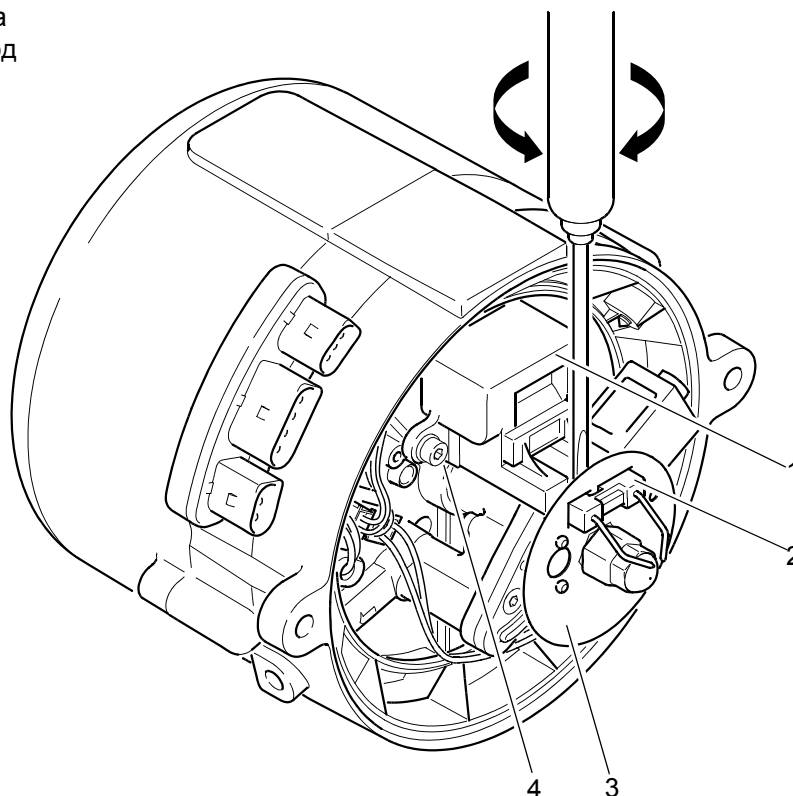
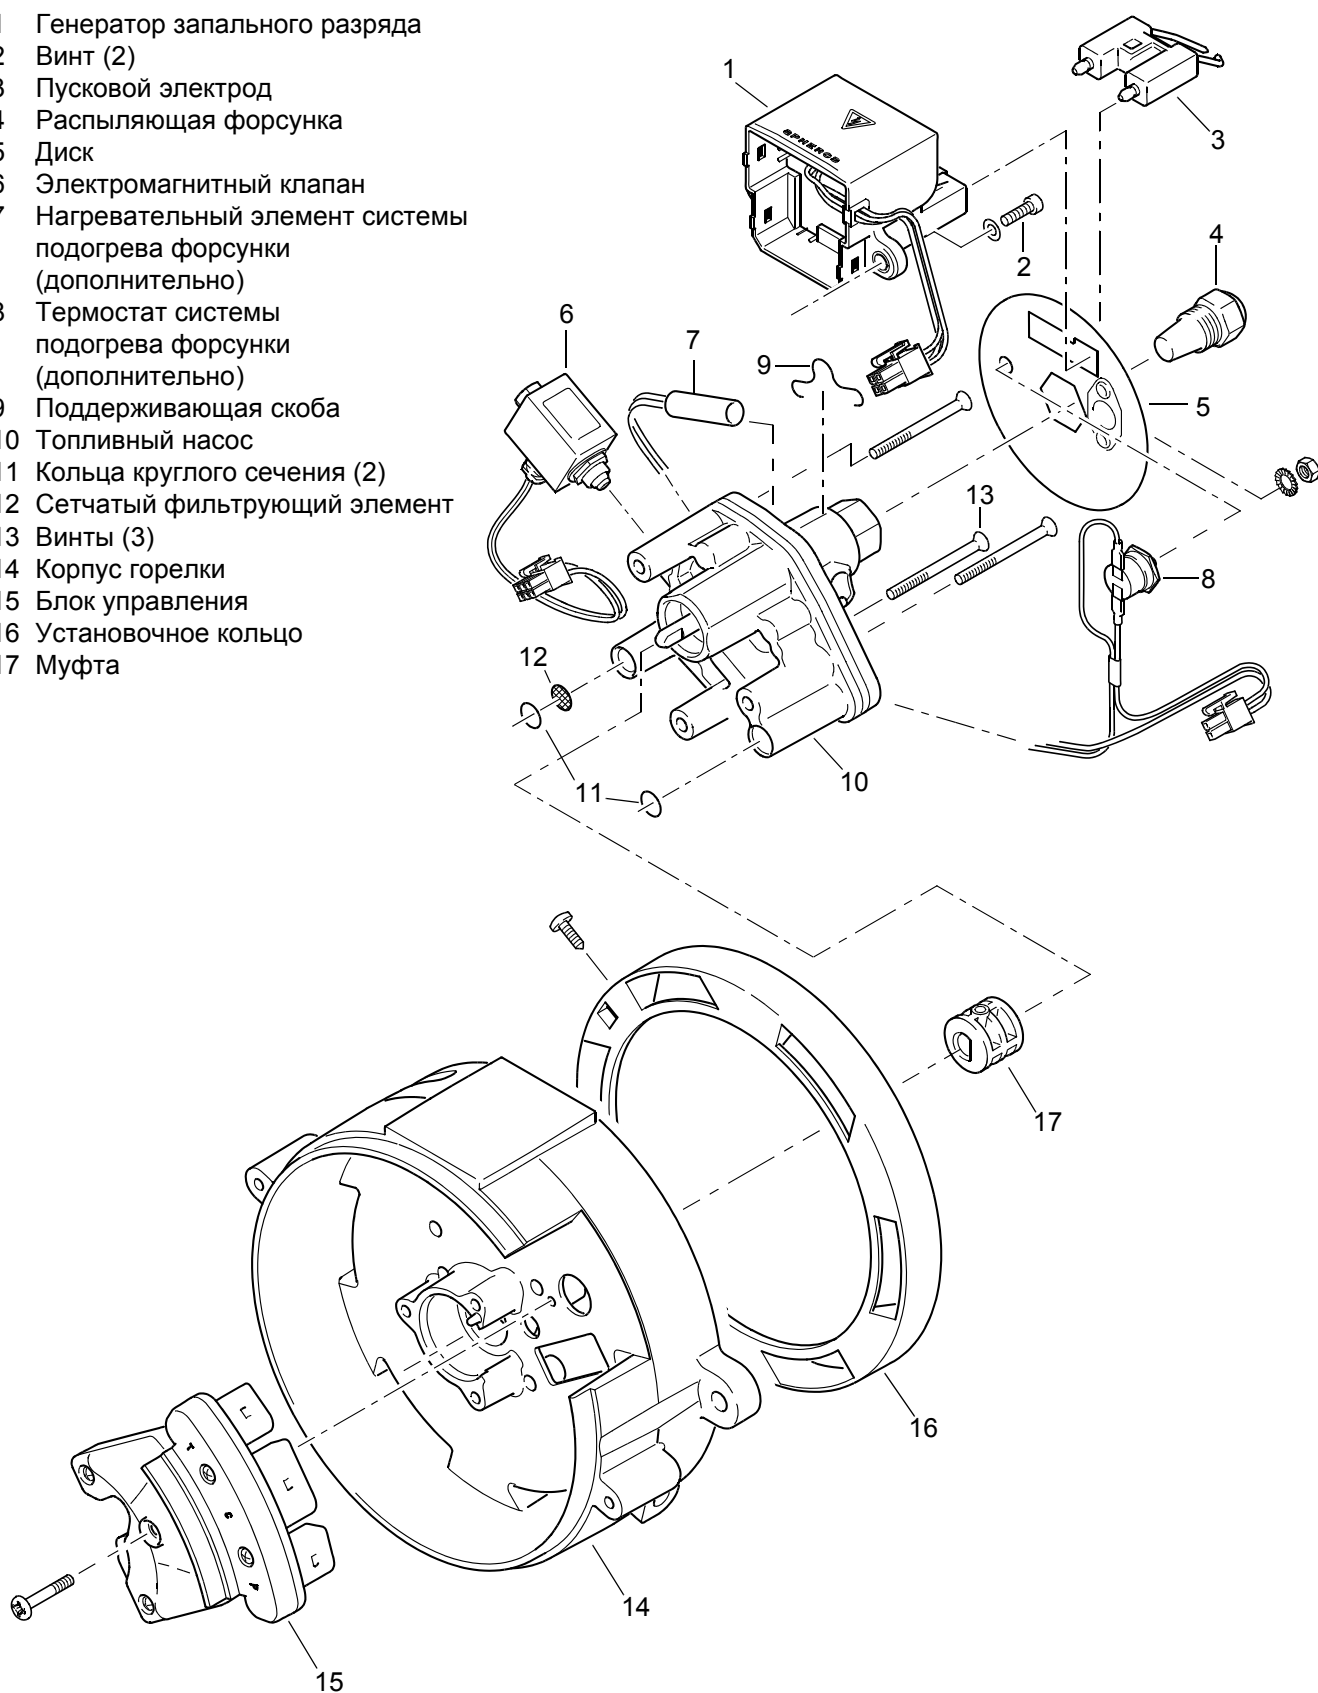
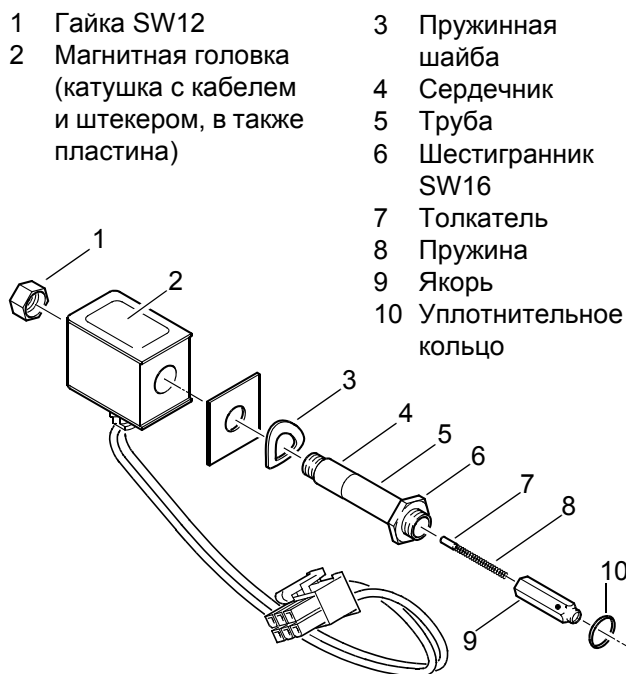

Рис. 804 Демонтаж генератора запального разряда / запального электрода
Рис. 805 Демонтаж и установка компонентов
Рис. 806 Электромагнитный клапан
2. Отсоединить запальный электрод (2, Рис. 804) от генератора запального разряда отверткой, повернув сбоку, и удалить.
3. Удалить диск (3).
4. Удалить винты (4) со стопорными шайбами.
5. Стянуть и удалить генератор запального разряда (1).
1. Установить генератор запального разряда (1, Рис. 804) в положение установки, вставить в соответствии с соединением и закрепить винтами (4).
2. Затянуть винты (4) с усилием 5 Нм +1 Нм.
3. Вставить диск (5) на трубку сопла топливного насоса (9, Рис. 805) и выровнять относительно датчика пламени в блоке управления (14, Рис. 805) и генератора запального разряда.
4. Вставить запальный электрод (2, рис. 804).
2. Отсоединить запальный электрод (2, Рис. 804) от генератора запального разряда отверткой, повернув сбоку, и удалить. (см. Рис. 804)
4. Отсоединить штекер электромагнитного клапана (6, Рис. 805) и дополнительную систему подогрева форсунки (7) от блока управления (15).
5. Удалить винты (13).
6. Вытянуть и удалить топливный насос (10) с электромагнитным клапаном (6).
7. При необходимости снять систему подогрева форсунки (7). Для этого удалить поддерживающую скобу (9) с трубки сопла соответствующим инструментом.
8. При необходимости снять электромагнитный клапан (6) с топливного насоса (10) (см. 8.9).
1. При необходимости установить электромагнитный клапан (6, Рис. 805) на топливном насосе (10). (см. 8.9)
2. Отсоединить запальный электрод (2, Рис. 804) от генератора запального разряда отверткой, повернув сбоку, и удалить (см. Рис. 804).
3. Удалить диск (5, Рис. 805).
4. Отсоединить штекер электромагнитного клапана (6) от блока управления (15).
5. Отсоединить шестигранник SW 16 (6, Рис. 806) электромагнитного клапана (6, Рис. 805) соответствующим инструментом от топливного насоса (10) и отвинтить электромагнитный клапан (6).
1. Уплотнительное кольцо (10, Рис. 806) со стороны топливного насоса следует заменить. Обратить внимание на правильное положение установки якоря, пружины и толкателя (см. Рис. 806).
2. При необходимости установить электромагнитный клапан (6, Рис. 805) на топливном насосе (10).
3. Затянуть шестигранник SW 16 (6, Рис. 806) электромагнитного клапана соответствующим инструментом с усилием $5 \text{ Нм} \pm 0,5 \text{ Нм}$.
4. Подсоединить штекер электромагнитного клапана (6, Рис. 805) к блоку управления (15).
5. Вставить диск (5) на трубку сопла топливного насоса и выровнять относительно датчика пламени в блоке управления (15) и генератора запального разряда (1).
6. Вставить запальный электрод (3).
Если ослаблялась гайка SW 12 (1, Рис. 806), то ее следует затянуть с крутящим моментом $1,5 \text{ Нм} + 0,3 \text{ Нм}$ и после этого покрыть фиксирующим лаком.
1. Винтить распыляющую форсунку (4, Рис. 805) и затянуть с усилием $20 \text{ Нм} \pm 2 \text{ Нм}$. Если используется ключ для форсунок, то шестигранник трубки сопла топливного насоса (10) следует придерживать соответствующим инструментом.
2. Вставить диск (5) на трубку сопла топливного насоса и выровнять относительно датчика пламени в блоке управления (15) и генератора запального разряда (1).
3. Вставить запальный электрод (3).